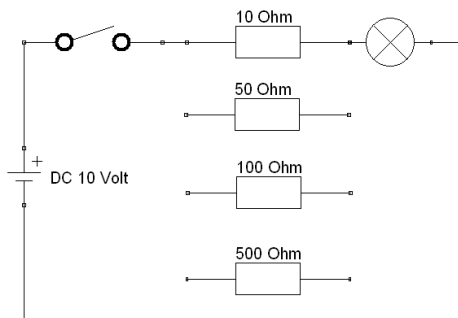

Abbildung 4.8: Ein Widerstand im Stromkreis.
- Bauen Sie die Schaltung in Abbildung 4.8 mit Hilfe der einzelnen Bausteine auf. Nutzen Sie hier und für alle folgenden Schaltungen Laborkabel für den Anschluss der Spannungsquelle an die Anschlussbausteine. Zur besseren Übersicht werden rote Kabel für den + Eingang und schwarze oder blaue Kabel für den - Eingang gewählt.